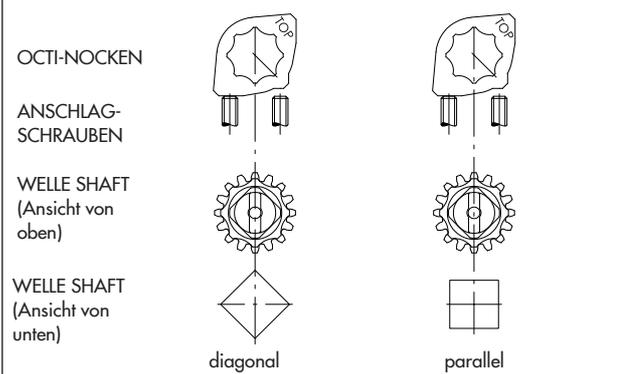

Abb. 9-11
- Stellen Sie sicher, dass sich der Octi-Nocken (01) im Verhältnis zu den Anschlagsschrauben (02) in der richtigen Position gemäß Abb. 9-11 befindet).